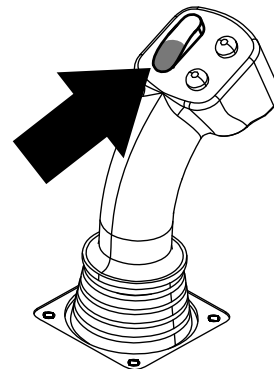
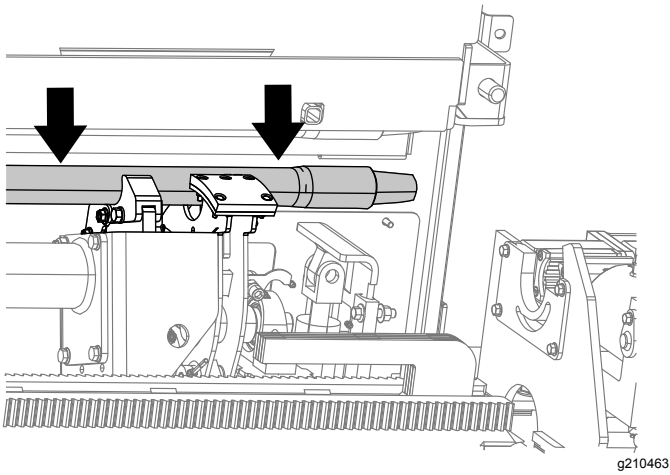

Figura 26
Figura 27
3. Mantenga pulsada la sección inferior del interruptor basculante (Figura 26) hasta que el conjunto de leva gire a la fila seleccionada y el tubo baje al hueco (Figura 27).